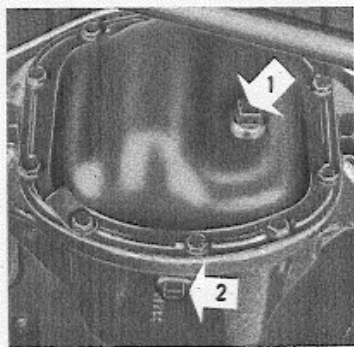

Abb. 18 Öleinfüllschraube am Hinterachsgetriebe
Bei der Ölstandkontrolle im Hinterachsgetriebe wird die Öleinfüllschraube (1, Abb. 18) herausgedreht und nachgeprüft, daß der Ölspiegel in Höhe der Einfüllöffnung liegt.
Das Ablassen des Altöls geschieht durch die Öl-ablaßschraube (2, Abb. 18), solange das Öl noch warm ist. Die Einfüllschraube (1) ist vorher zu entfernen. Wenn am Hinterachsgetriebe keine Ab-laßschraube vorhanden ist, kann das Öl mit einer Öl-spritze durch die Einfüllöffnung herausgesaugt werden. Als weitere Möglichkeit kann auch der Deckel vom Hinterachsgehäuse abgeschraubt werden, wobei allerdings größte Sauberkeit gefordert wird, damit kein Schmutz in das Hinter-achsgetriebe eindringt. Die Deckeldichtung muß absolut einwandfrei sein, anderenfalls ist diese zu